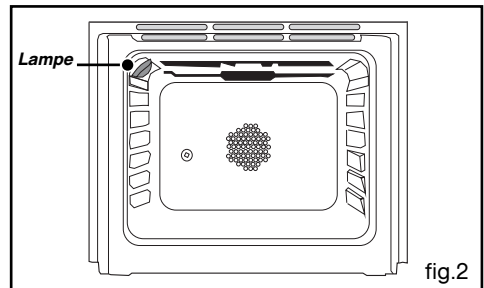

fig.2
**A l'intérieur du four (fig. 2) :**